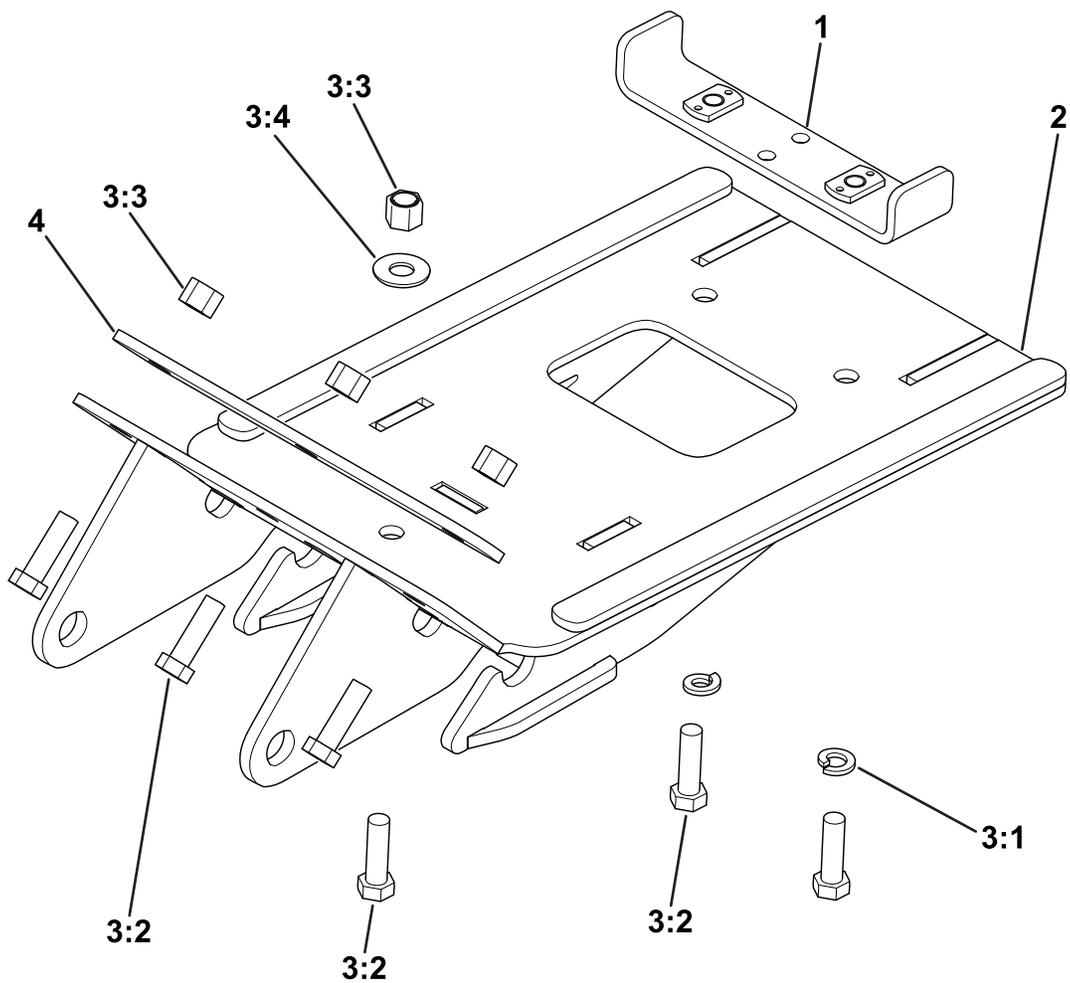

**Bild 4**
10. Verwenden Sie zwei Schrauben und zwei Federringe, um die Rückseite des Unterfahrschutzes am Fahrzeugrahmen zu befestigen (**Bild 4**).